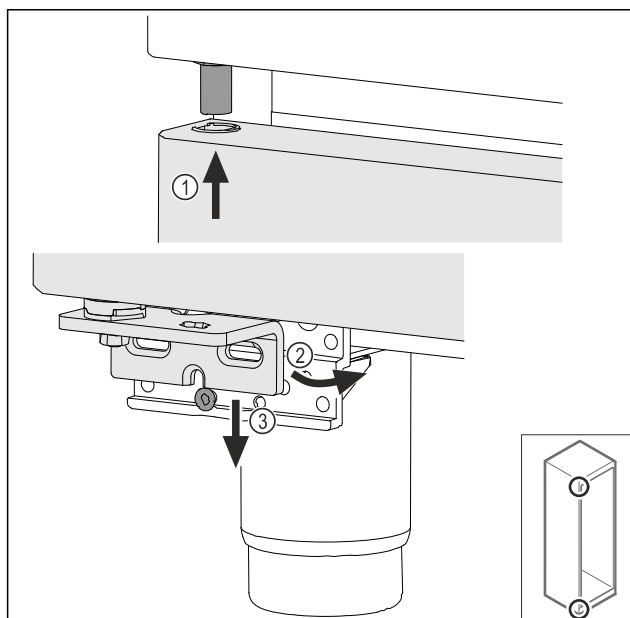

Fig. 39
- Inserire la porta leggermente inclinata in alto Fig. 39 (1), addezzare la porta Fig. 39 (2) e posizionarla in basso sulla vite del blocco di supporto Fig. 39 (3).